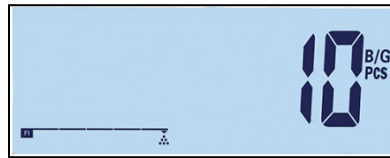

Figure 2-19 : Affichage du comptage des pièces
- Chargez les pièces devant être comptées. Le comptage s'affichera (Figure 2-19).